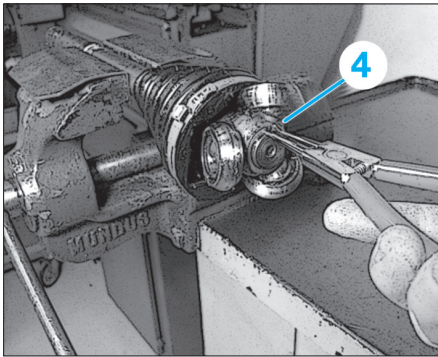

Fig. 14
- le circlip (4) (Fig.14),
- le circlip (4) (Fig.14).